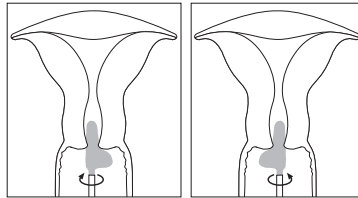

Fig. 2
- Tenendo il tampone in questa posizione, ruotare il tampone 3 volte in senso orario e 3 volte in senso antiorario, assicurandosi che il segmento lungo della „L” sia in contatto con il canale cervicale e il segmento corto della „L” ruoti attorno alla zona ectocervicale; vedere Fig. 2.